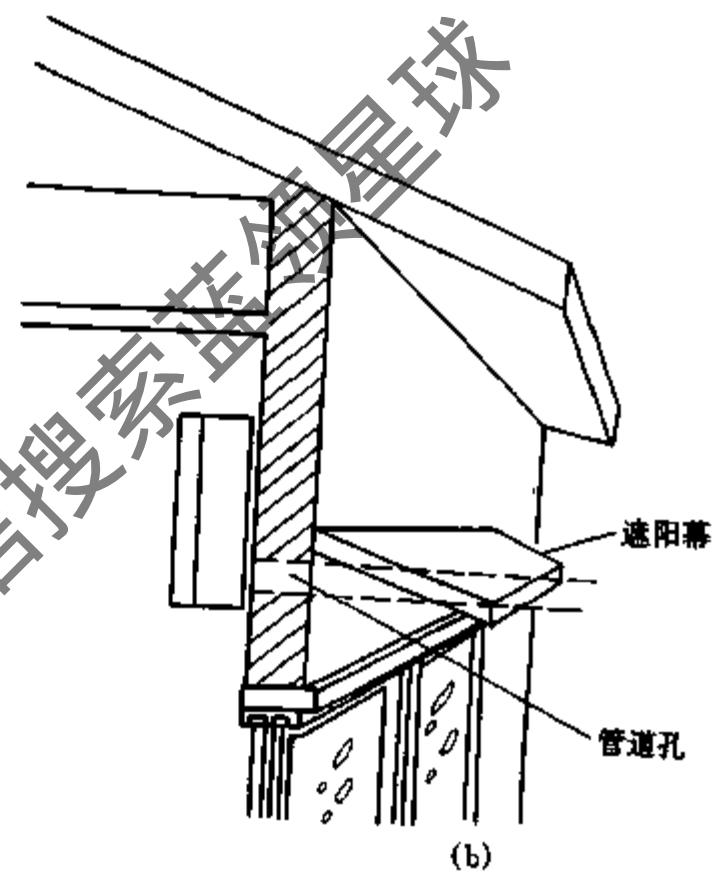

图 8-10 选择墙孔位置
(1) 对钢筋混凝土墙开孔时,钢筋混凝土墙坚硬,难以分清钢筋的位置,容易损伤孔芯钻头刀具,开孔时,需要时间和体力格外多。而且在加强混凝土砖造墙上打孔时,应避开砖的接缝,如图 8-10(a)。最近,有些钢筋混凝土的建筑物,往往预先开妥安装空调器用的孔(预留孔),因此在遇到钢筋混凝土墙的情况下,并非需要立即开孔,应检查一下能否应用现存的墙孔,这是很重要的。
(2) 进行开孔时,往往只检查室内侧,没有同时注视室外侧。打开墙孔时,经常由于室外侧有遮阳篷或其它结构而不能安装,如图 8-10(b)。